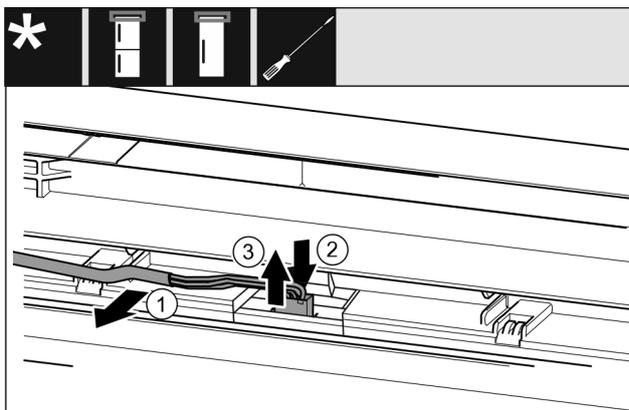

Fig. 20
- ▶ Oprezno odvojite sivi kabel iz vodilice u vratima. Fig. 20 (1)
- ▶ Pritisnite spojnicu iza utikača prema natrag. Fig. 20 (2)
- ▶ Oprezno izvucite utikač prema gore. Fig. 20 (3)